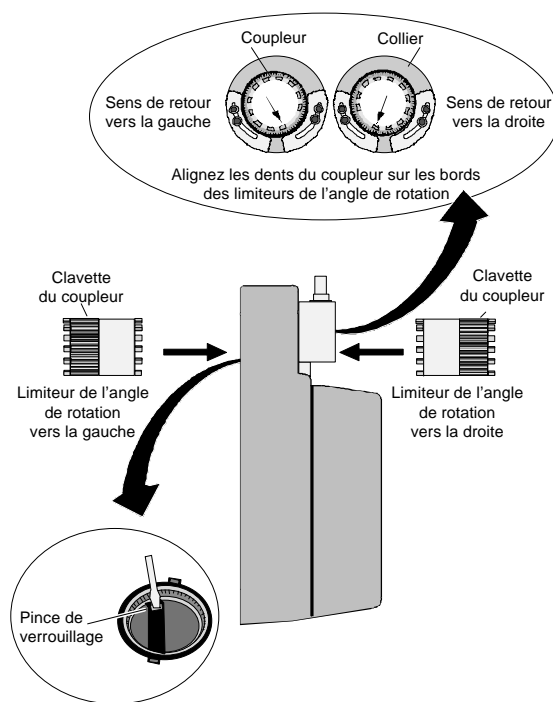

Figure 3 : Modification du sens de rotation de retour à zéro (modèles AGA, AGC, AGD, AGE et HGA, HGC)
1. Servez-vous d'un tournevis pour desserrer la pince de verrouillage à l'arrière du servomoteur. Retirez le collier de la face avant du servomoteur, puis faites glisser le collier hors de la face de celui-ci. Voir figure 3.
Remarque: En insérant le coupleur, utilisez les dents du coupleur comme guide pour repositionner la clavette dans le collier. (Fig. 3).